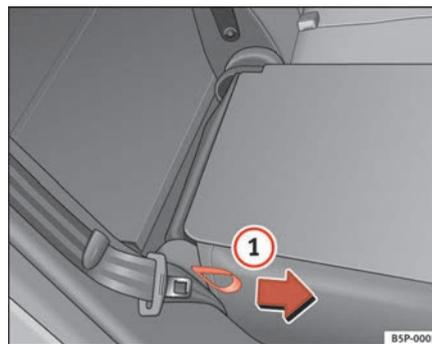

Fig. 99 Rebater ou levantar o encosto do banco traseiro
- Puxar a pega lateral do banco ⇒ página 142, fig. 99 ① no sentido da seta e levantar o encosto até que encaixe.